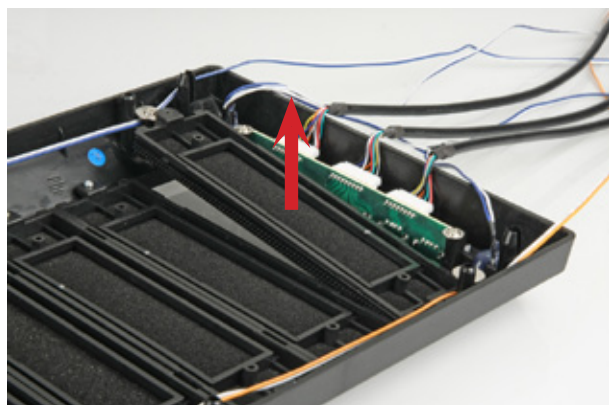
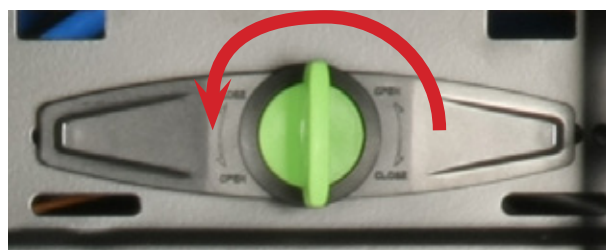

図19
図20
2. 5インチベイカバーを、ドライブを設置する予定のマウントベイから取り外します。その際、ねじを緩め、ベゼルを中に押し込むようにして取り外してください。(図19) ツールフリーキットを取り外します。(図20)